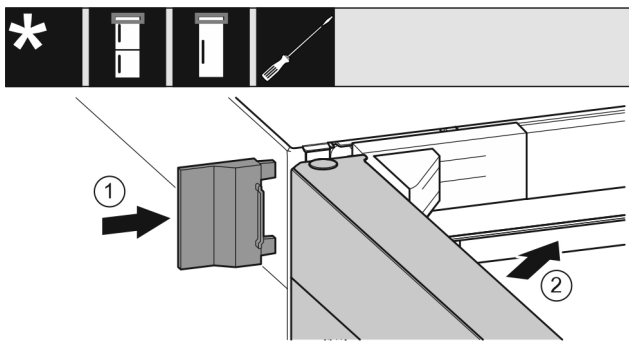

Fig. 20
- ▶ Äußere Abdeckung aufschieben. Fig. 20 (1)
- ▶ Obere Tür schließen. Fig. 20 (2)